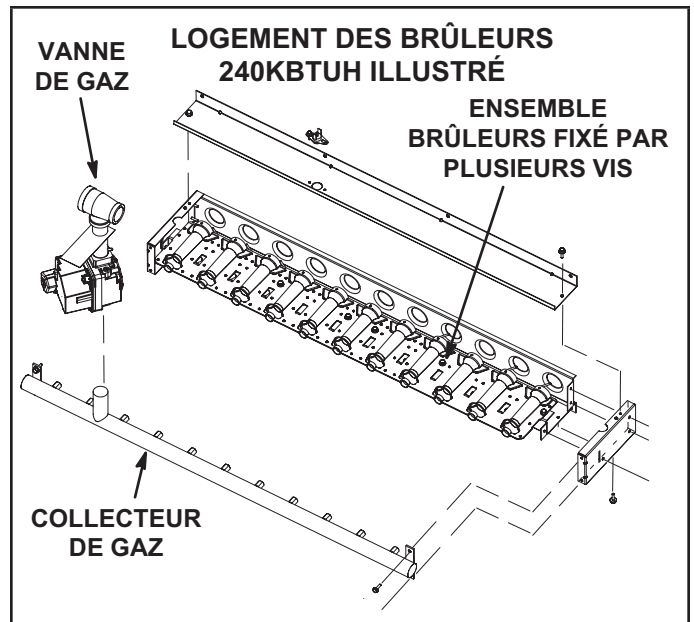

FIGURE 34
- 3 - Retirer les vis qui fixent l'ensemble brûleurs au support des brûleurs et retirer l'ensemble. Voir FIGURE 34. Les nettoyer au besoin.